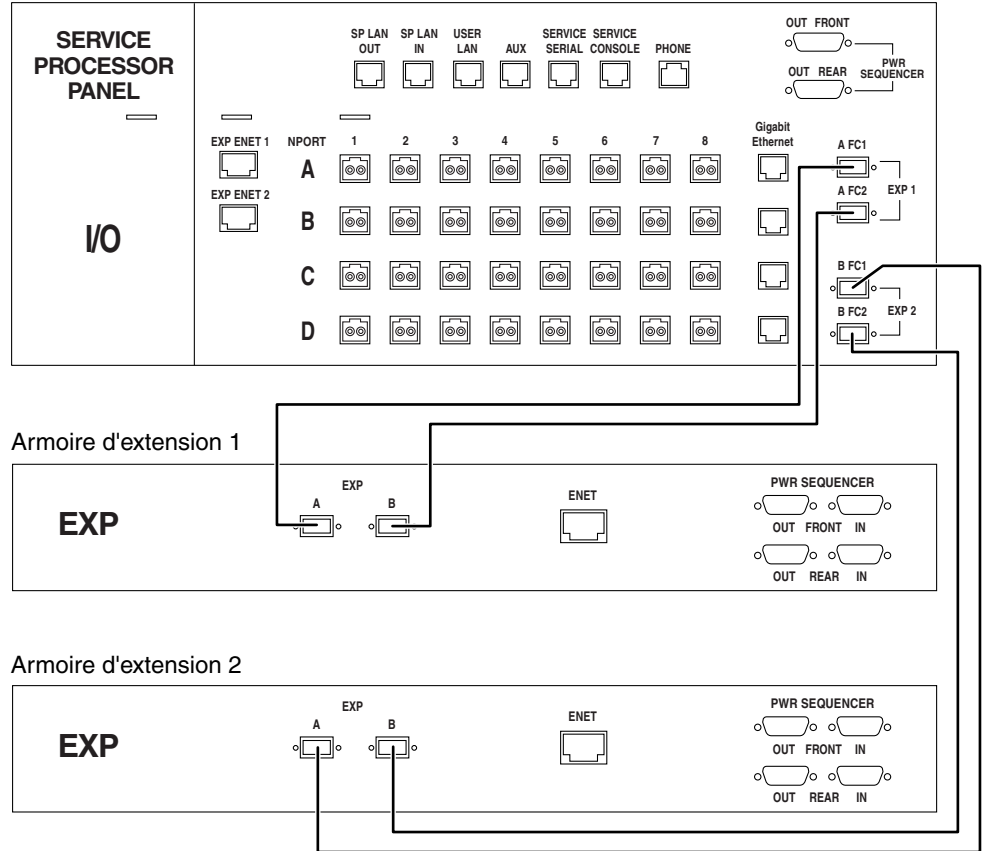

FIGURE 4 Câblage FC entre un nouveau panneau de service de l'armoire de base 0, l'armoire d'extension 1 et l'armoire d'extension 2
Connectez les câbles Fibre Channel (FC) redondants (numéro de référence 537-1060-01) comme suit (voir FIGURE 4) :